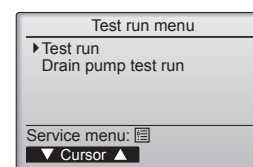

Fig. 7-2
- ② Välj "Test run" (Testkörning) från menyn Testkörning och tryck på [VÄLJ]. (Fig. 7-2)
- ③ Testkörningen startas och skärmbilden Testkörning visas.